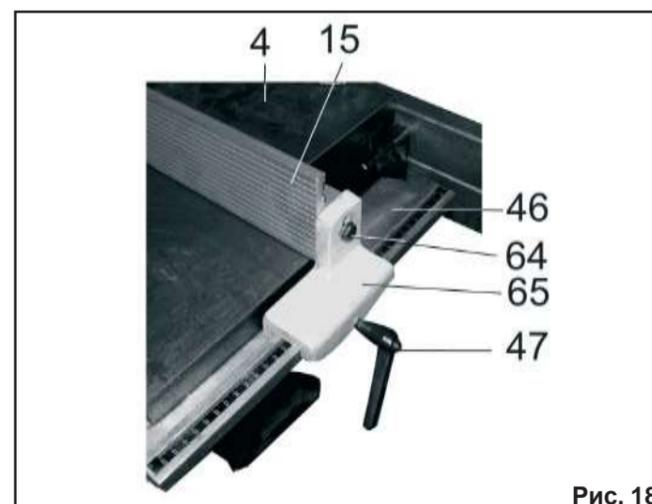

Рис. 18
- направляющую планку (15) переустановить на опоре (65) лицевой стороной к строгальному валу, как показано на Рис. 18;
- по шкале рельсы (46) определить положение направляющей планки (15) и зафиксировать положение ручкой фиксации (47);